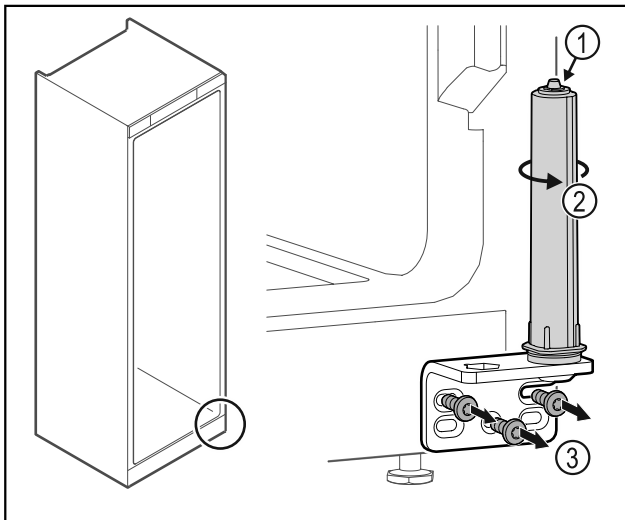

Fig. 38
- ▶ Deursluitsysteem Fig. 38 (1) niet uit elkaar halen.
- ▶ Sluitsysteem Fig. 38 (2) draaien tot het klikt.
- ▶ Scharnierhoek losschroeven Fig. 38 (3).